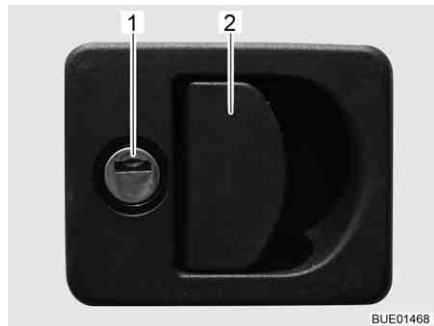

Fig. 52 Serrure du portillon avec poignée
- Insérer la clé dans le barillet (Fig. 52,1) et la tourner d'un quart de tour. La serrure du portillon est déverrouillée.
- Tirer sur la poignée de la serrure (Fig. 52,2). Le portillon extérieur est ouvert.